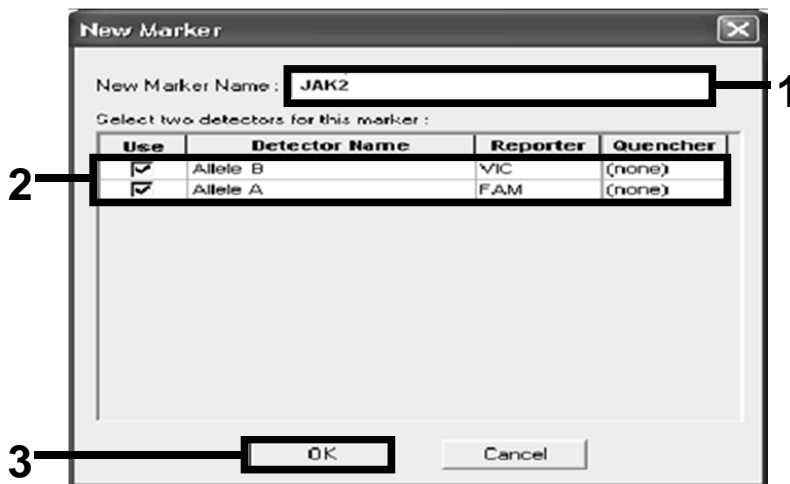

Figure 16. Création de marqueurs
19. Dans la boîte de dialogue « New Marker » (Nouveau marqueur), saisir *JAK2* dans le champ « New Marker Name » (Nom du nouveau marqueur) (figure 16). Sélectionner les détecteurs « Allele A » et « Allele B » comme créés dans les étapes 16 et 17 (ou déjà définis) puis cliquer sur « OK » (figure 16).